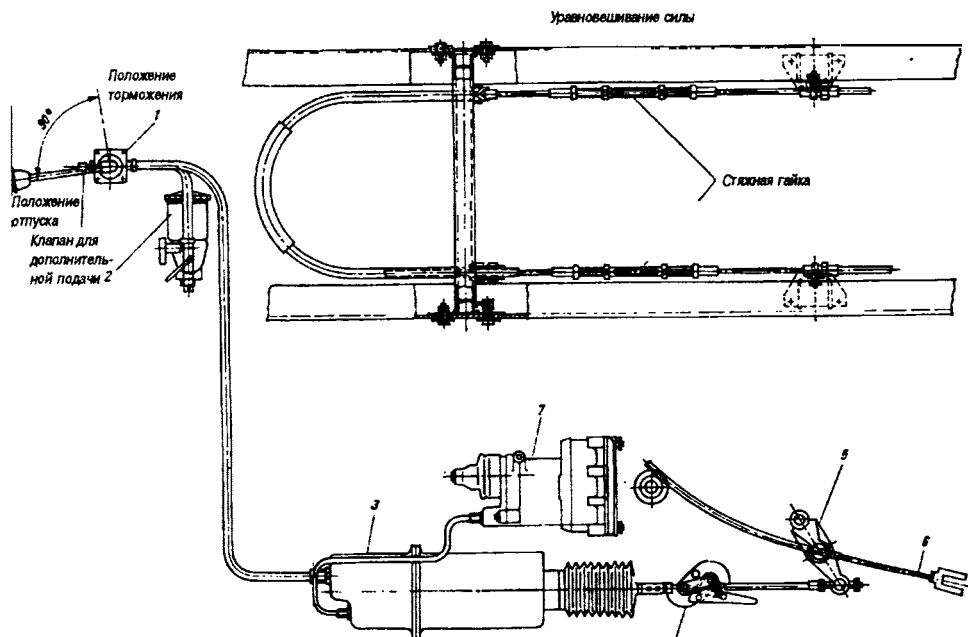

Рис.69 Схема ручного тормоза с пружинным энергоаккумулятором
10.2.1. Принцип действия (см. рис. 69)